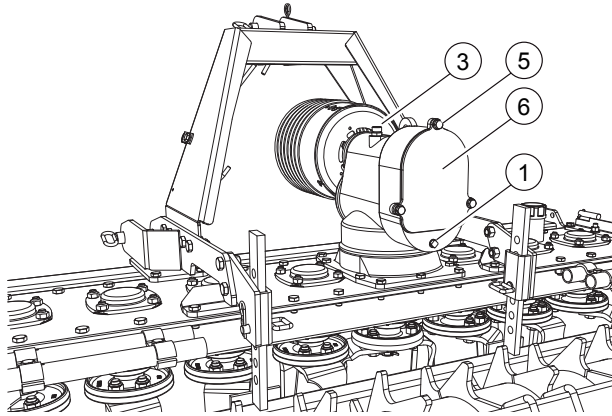

FIG. 26
- Die Schrauben (5, "Fig. 26") abdrehen.
- Den Deckel (6) abnehmen.
- Den Deckel wieder aufsetzen (6). Die Schrauben festdrehen (5).
Um den Ölstand im Getriebegehäuse zu kontrollieren, den Deckel mit Ölmesstab abschrauben (3, "Fig. 26"). Den Stand mit den Hinweisen auf dem Stab kontrollieren. Wenn nötig, bis zum Pegel auftanken.